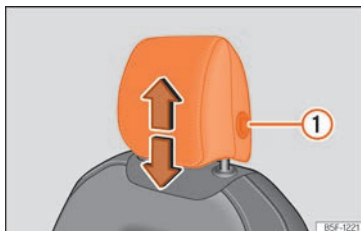
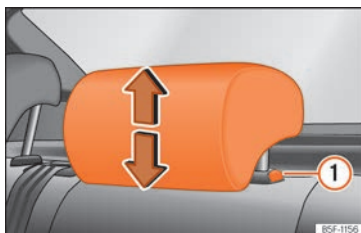

Fig. 114 Asiento delantero: regulación del apoyacabezas.
Fig. 115 Apoyacabezas trasero: regulación del apoyacabezas.
jarlo, haga la misma acción, pulsando el botón lateral ① »» fig. 114 »» fig. 115.
- Presione el botón lateral »» fig. 114 ① y extraiga el apoyacabezas.